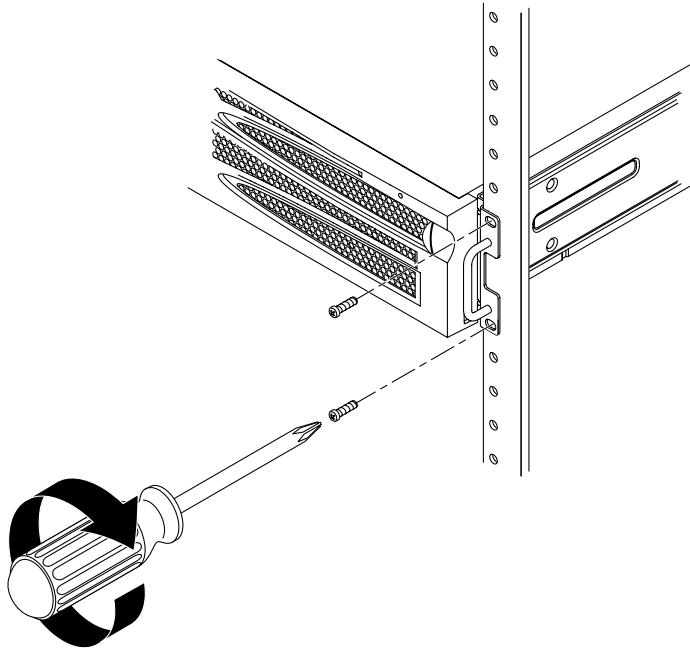

FIGURE 3-13 Fixation de l'avant du système à l'armoire
15. À l'aide de deux vis par côté, fixez l'avant des supports de montage vissés de part et d'autre du serveur à l'avant de l'armoire (FIGURE 3-13).